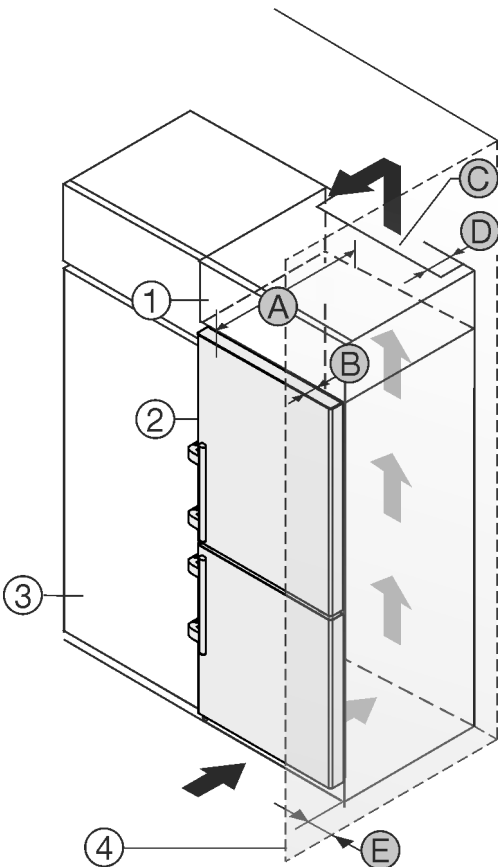

Fig. 2
Installer l'appareil directement à côté du placard de cuisine Fig. 2 (3)*
Une sortie d'air avec la profondeur Fig. 2 (D) doit être présente au dos de la rehausse sur toute sa largeur.*
La section de ventilation Fig. 2 (C) sous plafond doit être respectée.*
Si l'appareil est installé avec les charnières près d'une paroi Fig. 2 (4), la distance entre l'appareil et la paroi doit être d'au moins 57 mm (2.24 in). Cela correspond au dépassement de la poignée lorsque la porte est ouverte.*
Pour pouvoir ouvrir complètement les portes, l'appareil doit dépasser de la profondeur de la porte Fig. 2 (B) par rapport à la façade du placard. L'appareil peut dépasser encore plus en fonction de la profondeur des placards Fig. 2 (3) et de l'utilisation de cales d'épaisseur.*